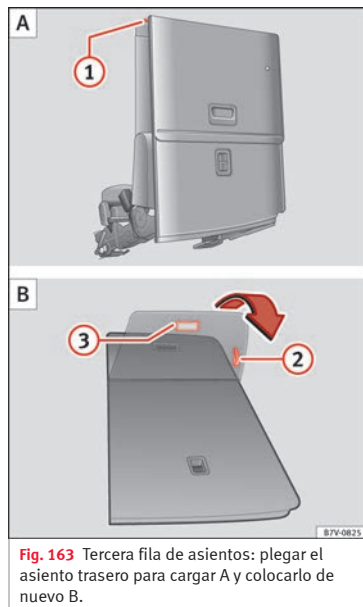

Fig. 163 Tercera fila de asientos: plegar el asiento trasero para cargar A y colocarlo de nuevo B.
- En caso necesario tire de la palanca » fig. 163 ② para desplazar la banqueta hacia la posición deseada.
- Retire los objetos de la zona reposapiés situada delante y detrás del asiento trasero » » » ①.
- Tire de la maneta » » » fig. 163 ① hacia arriba y pliegue el respaldo hacia delante. El asiento trasero se pliega hacia delante » » » ⚠ y el cojín se mueve también hacia delante.
- Tire del asa » » » fig. 163 ② para recolocar la bandeja del asiento.
- Tire de la maneta » » » fig. 163 ③. El asiento completo se pliega hacia atrás.